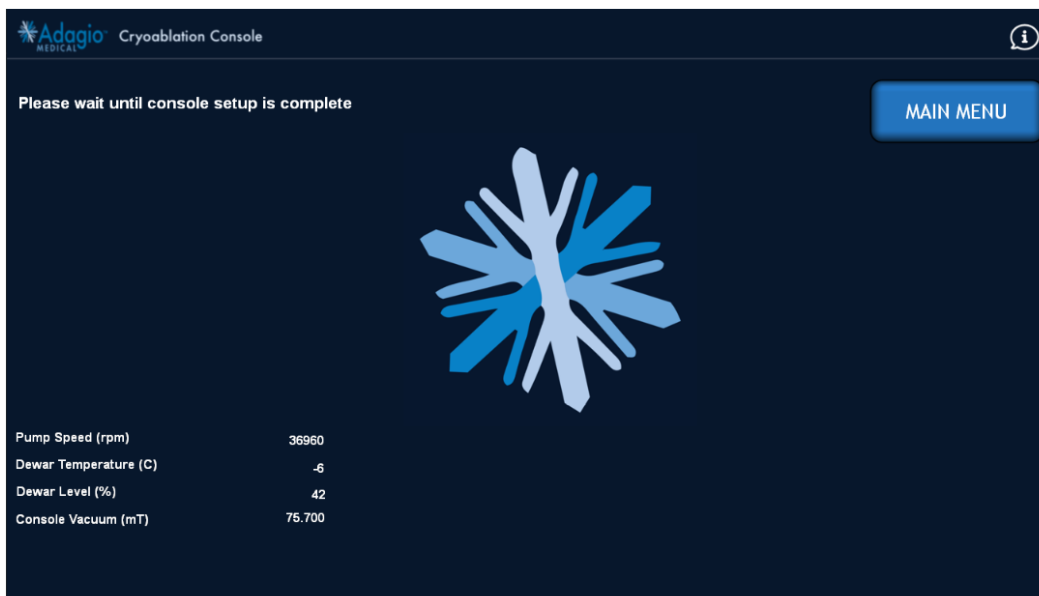

Abbildung 71 – Bildschirmanzeige: Test zur Konsolenvorbereitung
4. Die Konsole führt automatisch den (Vakuum-)Test zur Konsolenvorbereitung aus, wie in Abbildung 71 gezeigt.